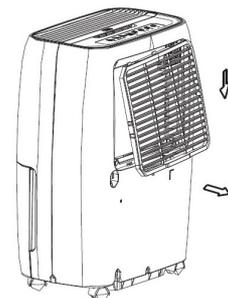

Figura 8
- Agarre la lengüeta del filtro y tire hacia arriba. Luego retire el filtro como se muestra en la Figura 8.